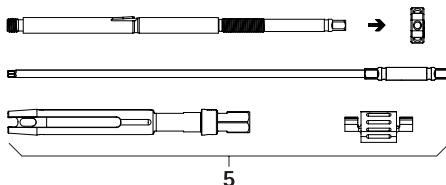

Fig. 3
- Desmontar la palanca de reposición percutánea 5, ver Fig. 3. Desmontarla completamente en sus componentes y desenroscar la tuerca tensora.